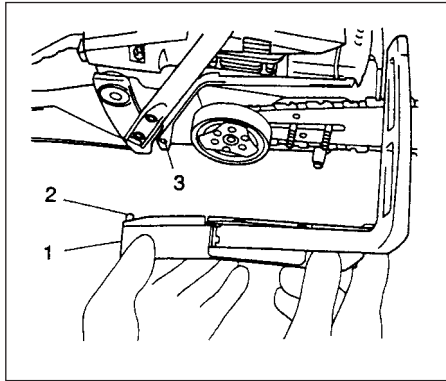
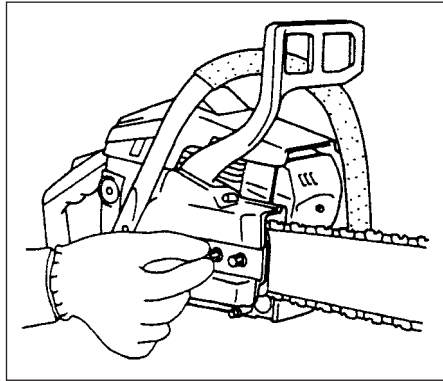

Fig.1-3
Fig.1-3B
4. Monter sidehuset (1) på styrestangens fastspændingsbolte, og sæt placeringspinnen (2) på sidehuset i placeringshullet (3) på enheden. (Fig. 1-3). Spænd så fastspændingsmøtrikkerne med fingrene (Fig. 1-3B)
5. Løft sværdenden og stram kæden (1) ved at dreje spændingsjusteringsbolt (2) med uret. Kontroller den korrekte spænding ved at løfte kædens midte let op, der skal være ca. 0,5-1,0 mm spillerum mellem sværd og kanten på drivleddet (3).